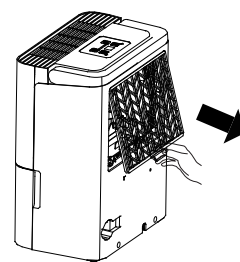

Fig. 10
- Afferrare la linguetta del filtro e tirarla verso l'alto, quindi estrarla come mostrato in Fig. 10.